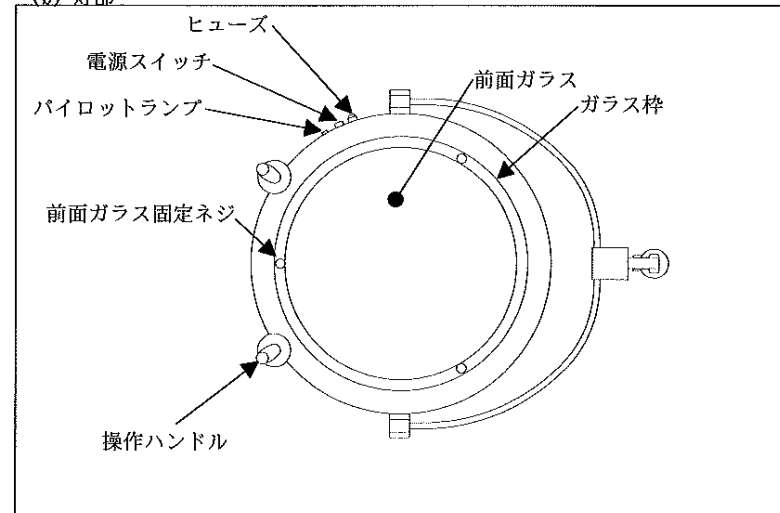

図1-2
- ① 電球がさめるのを待ってから、前面ガラス固定ネジを外し、前面ガラスを取り外して下さい。（P4 図1-2参照）
- ① ヒューズホルダ (P4図 1-2) のキャップをはずします。ヒューズホルダキャップに記されている矢印の方向にキャップをまわして下さい。
- ② キャップに差し込まれているヒューズをはずして新しい物と交換し、キャップに差し込みます。
- ③ キャップをヒューズホルダ本体に挿入します。キャップを本体側に押し込みながら矢印と逆の方に回転させ、締め込みます。